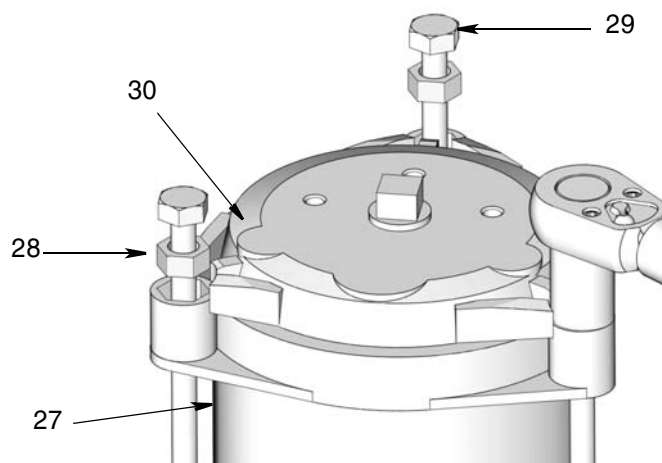

FIG. 13
9. Le couvercle (30) est soumis à la charge du ressort. Appliquer une pression à la main sur le couvercle. En même temps, détacher et enlever les tirants (29) à l'aide d'une clé.
Desserrer les tirants suivant une séquence diagonale, en prenant soin de desserrer chaque tirant progressivement jusqu'à ce que tous les tirants soient complètement desserrés. Déposer les tirants (29) et les entretoises (28). Voir FIG. 13.
10. Déposer le couvercle (30) et le ressort (25) du réservoir (27) (FIG. 13).